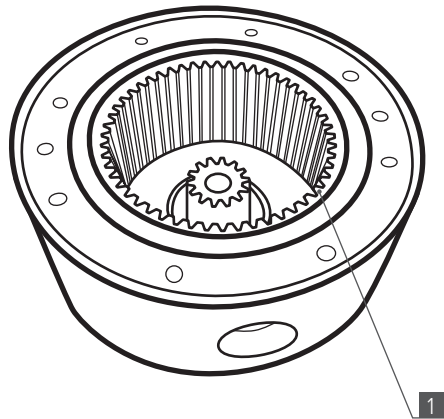

Рис. 7
5. Установите в корпус редуктора кольцевую шестерню [1] (Рис. 7) из комплекта. Проверьте правильность установки. Палец механизма свободной размотки должен попадать в углубления на кольцевой шестерне, блокируя ее от вращения.